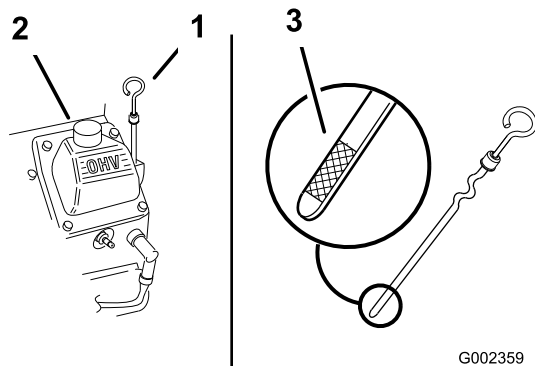

Figura 20
3. Limpe a zona em redor da vareta de óleo (Figura 20), para evitar que entre sujidade no orifício do filtro e possíveis danos no motor.
4. Retire a vareta do óleo e limpe a extremidade (Figura 20).
5. Deslize a vareta de óleo para dentro do tubo do filtro, mas não enrosque no tubo (Figura 20).
6. Coloque lentamente cerca de 80% da quantidade de óleo especificada no bocal de enchimento do óleo (Figura 20).